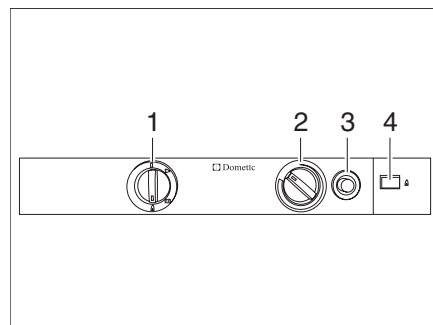

Fig. 268 Elementos de mando para el frigorífico (Dometic de la serie 8)
- Situar el selector de energía (Fig. 268,1) en "🔥".
- Presionar el regulador giratorio (Fig. 268,2), girarlo al nivel máximo y mantenerlo presionado. Esperar hasta que salga gas hacia el quemador.
- Presionar el botón de encendido de gas (Fig. 268,3) y mantenerlo pulsado. El encendido se realiza automáticamente.
- Mantener pulsado el botón de encendido de gas (Fig. 268,3) hasta que el indicador de llama (Fig. 268,4) esté verde y soltarlo entonces.
- Mantener aún presionado el regulador giratorio (Fig. 268,2) de 10 a 15 segundos y después soltarlo.
- Situar el selector de energía (Fig. 268,1) en "⚡".
- Ajustar la temperatura de refrigeración con el regulador giratorio (Fig. 268,2).
- Situar el selector de energía (Fig. 268,1) en "🔋".